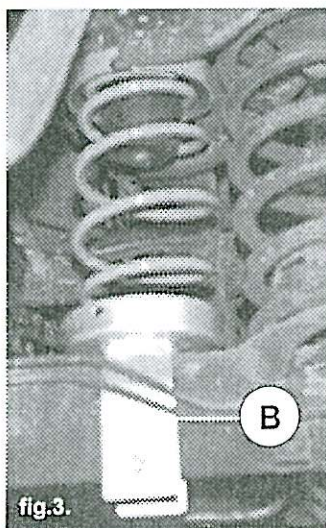

fig.3.
4. Plaats de onderste veerschotel B op de achteras, zie fig.3. Druk de rubber ring in veerschotel B.
4. Place lower bracket B on the rear axle see fig.3. Fit the rubber ring in bracket B.
4. Platzieren Sie der unteren Federteller B auf die Hinterachse. Siehe Fig.3. Drücken Sie der Gummiring in Federteller B hinein.